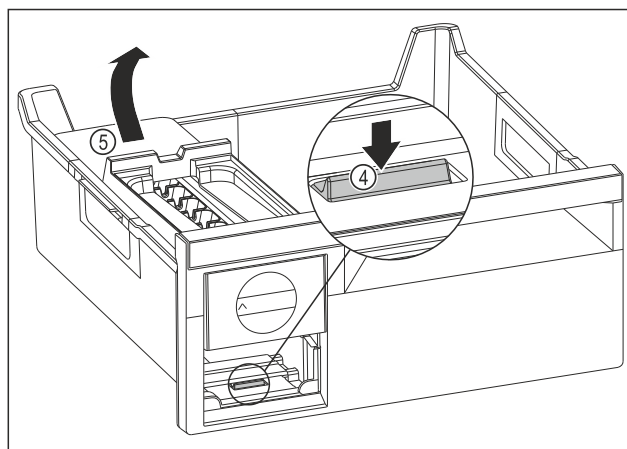

Fig. 78
- ▶ Retirer le corps de l'EasyTwist-Ice : Avec le doigt, pousser la languette Fig. 78 (4) vers le bas tout en soulevant de l'autre main le corps de l'EasyTwist-Ice Fig. 78 (5) depuis l'arrière.